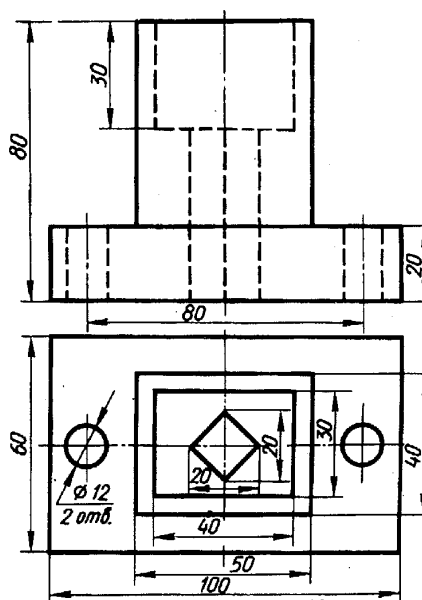

Рис.1
1.Построить третий вид по двум заданным видам. Выполнить аксонометрическую проекцию детали (рисунок 1).